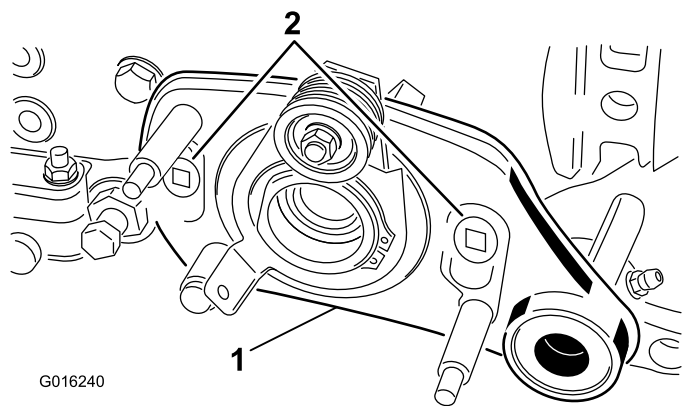

Рисунок 8
8. Отверните 2 болта с буртиком, которые крепят узел пластины привода к раме режущего блока (Рисунок 8).
9. Снимите узел пластины привода механической щетки (Рисунок 8) с вала механической щетки и режущего блока, найдите и снимите регулировочную прокладку механической щетки.